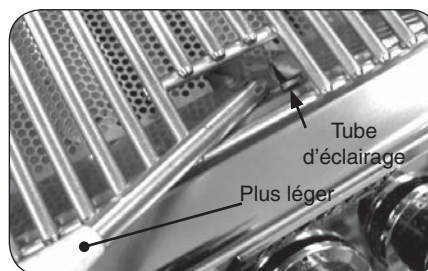

Fig. 14-2 - Éclairage manuel
**ATTENTION:** Attendez toujours cinq (5) minutes le gaz pour se dégager après que n'importe quelle tentative non réussie d'éclairage.
2. Passez un allumeur brûlant de butane de long-baril ou une allumette brûlante de long-tige dans la grille à cuire s'ouvrant au dessus du tube d'éclairage. (Fig. 14-2). Pour des backburners, tenez la flamme contre le matériel perforé du backburner. Pour des sideburners, tenez la flamme contre le brûleur.
4. Si le brûleur ne s'allume pas, enfoncez immédiatement le bouton et tournez la valve à AU LOIN. ATTENDEZ CINQ (5) MINUTES avant de répéter les étapes 2 à 4 des instructions manuelles d'éclairage.